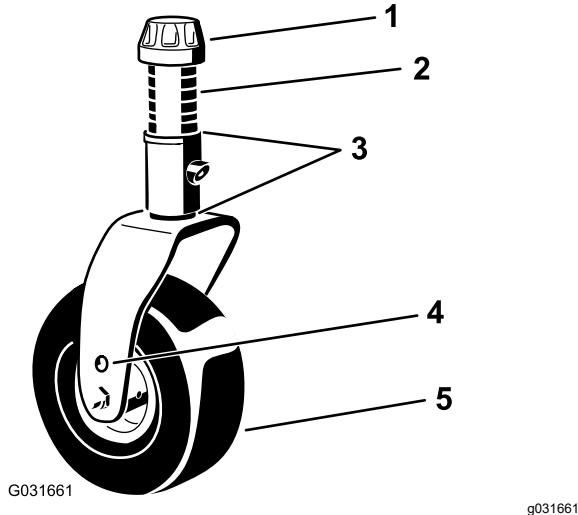
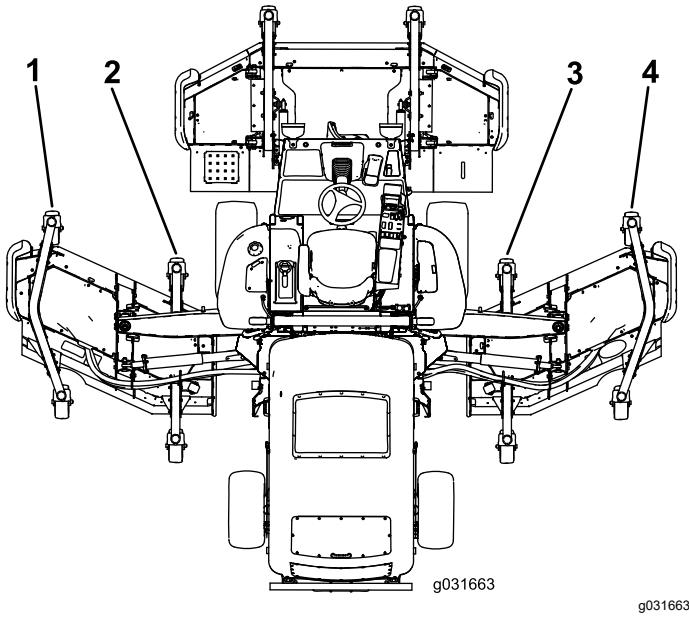

Figure 28
Figure 29
5. Si le bord intérieur de l'unité de coupe latérale est trop élevé par rapport au bord extérieur de l'unité de coupe avant, retirez une cale au bas du bras de la roue pivotante intérieure avant de l'unité de coupe latérale (Figure 28 et Figure 29).
6. Si le bord intérieur est encore trop élevé, retirez une cale supplémentaire au bas du bras pivotant intérieur avant et une cale du bras pivotant extérieur avant de l'unité de coupe latérale (Figure 28 et Figure 29).
bas du bras pivotant intérieur avant de l'unité de coupe latérale (Figure 28 et Figure 29).